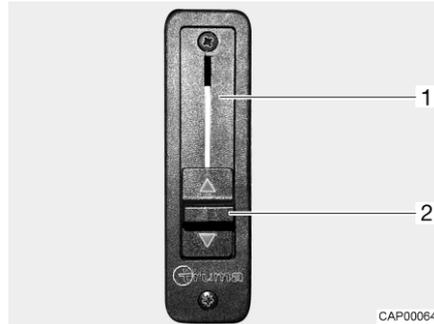

Fig. 34 Regolatore a scorrimento per l'impostazione riscaldamento
- Spingere completamente verso l'alto il regolatore a scorrimento (Fig. 34,2). L'impostazione riscaldamento (Fig. 34,1) è aperta. Il riscaldamento dell'abitacolo riscalda anche il parabrezza.
- Spingere completamente verso il basso il regolatore a scorrimento (Fig. 34,2). L'impostazione riscaldamento è chiusa. Il riscaldamento dell'abitacolo e quello del veicolo di base sono separati l'uno dall'altro.